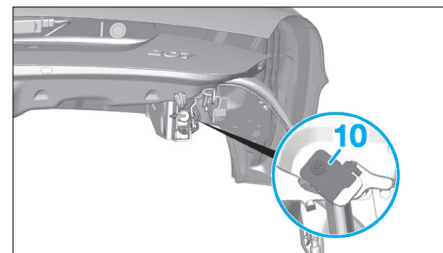

Fig. 119
- Ouvrir le coffre et déposer le clip (10) (Fig.119).